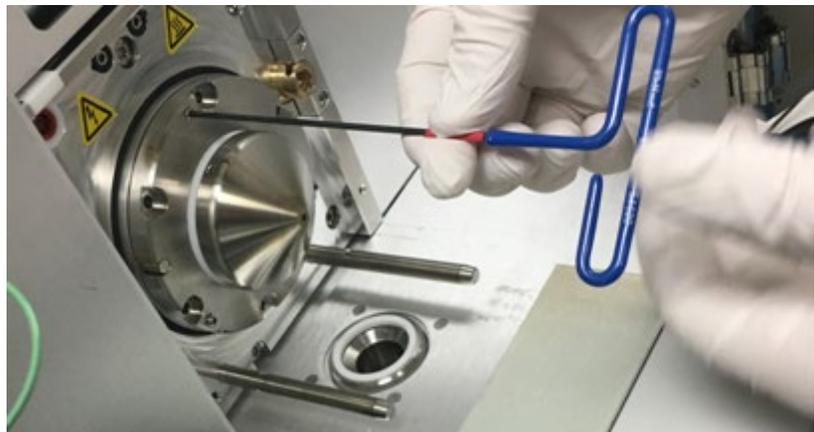

图 108：拧入固定螺丝
- 5) 使用 2.5 mm 六角扳手轻轻拧上三颗固定螺丝，如图 108：拧入固定螺丝 所示。固定螺丝将把锥体从仪器中推出。